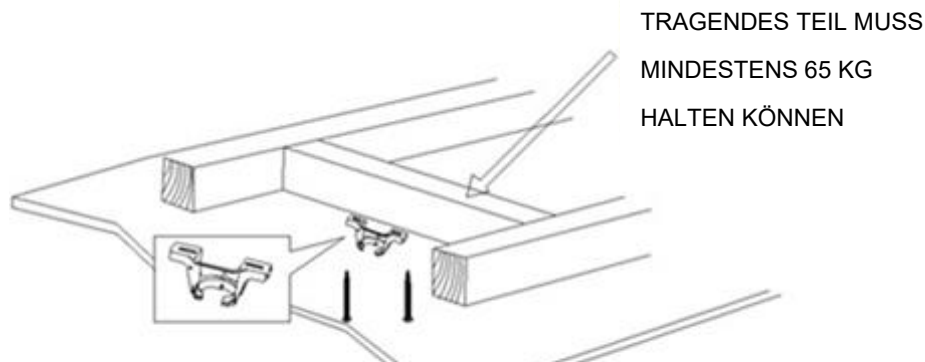

**Abb. 1**
- Überprüfen Sie alle Teile. Sie sollten die folgende Liste und Abb. 1 beachten: